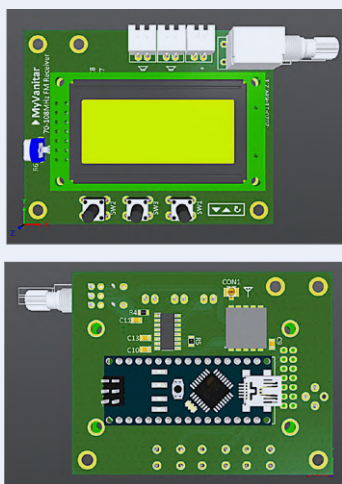

Figure 6. Vues 3D de la carte.
Les vues 3D de la carte (**fig. 6**) montrent
*Notez que les figures 6 à 9 montrent une 1ère version du circuit imprimé, mais les différences avec la carte définitive sont minimales !*